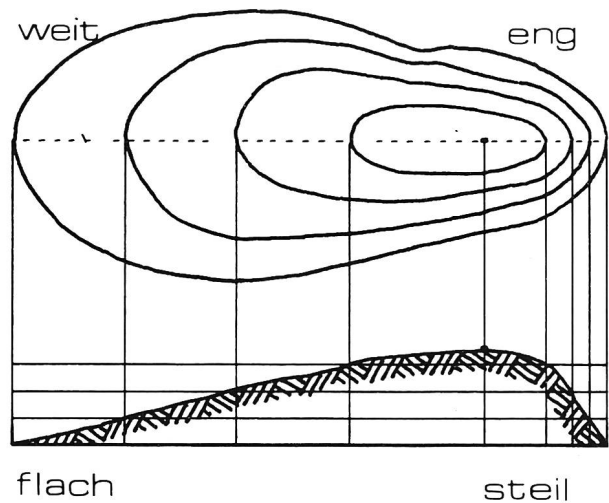

Abb. 3
(Abbildung 3)
- übertragen Höhenkurven auf Transparentpapier und versuchen das Gelände nach Abbildung 3 zu zeichnen.